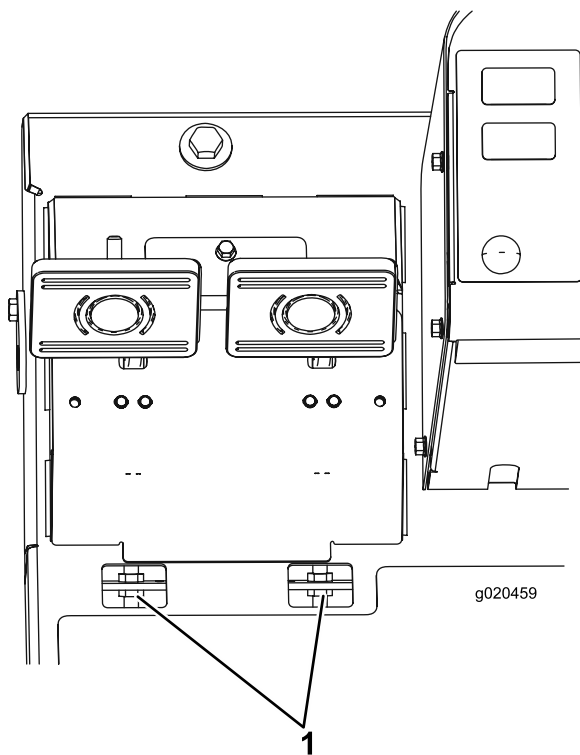

Bild 71
- B. Lockern Sie die vordere Mutter an der Gewindeseite des Bremszuges (Bild 71).